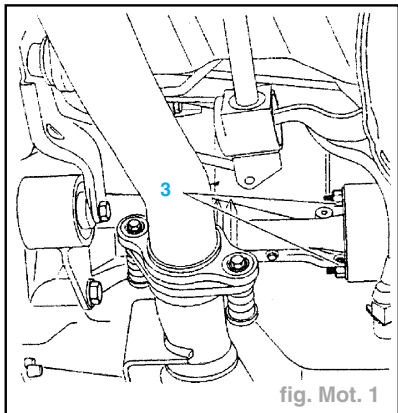

fig. Mot. 1
- les deux écrous de maintien (3) de roulement sur le palier de transmission (fig. Mot. 1),